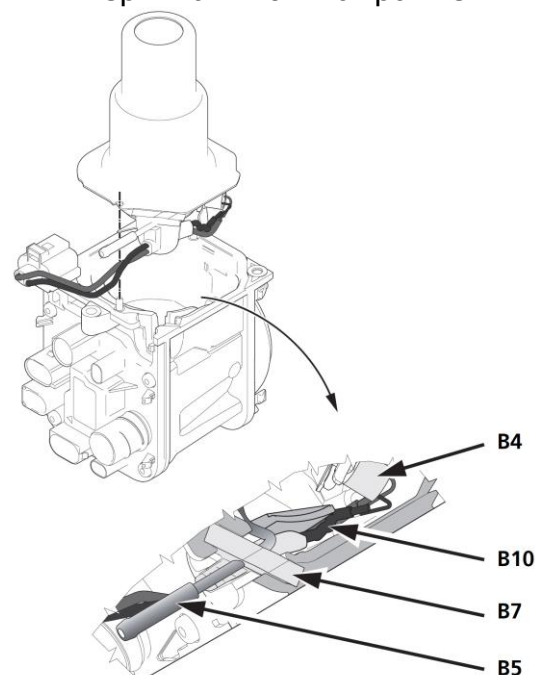

Рис. 903 Детальное представление расположения проводки штифта накала
1. Предварительно примерьте горелку с втулками (B7) в корпус нагнетателя (G1). При монтаже обращайтесь внимание на то, чтобы кабель штифта накала (B10) и втулки (B7) были установлены в предназначенные для них направляющие и паз нагнетателя (G1) (см. рис. 903). Вставьте втулки (B7) в предусмотренный паз, пока полностью не займут установочные положения.
При монтаже горелки кабель должен быть проложен таким образом, чтобы располагаться в соответствующем пазу. См. также раздел 9.2.2 и рис. 903.